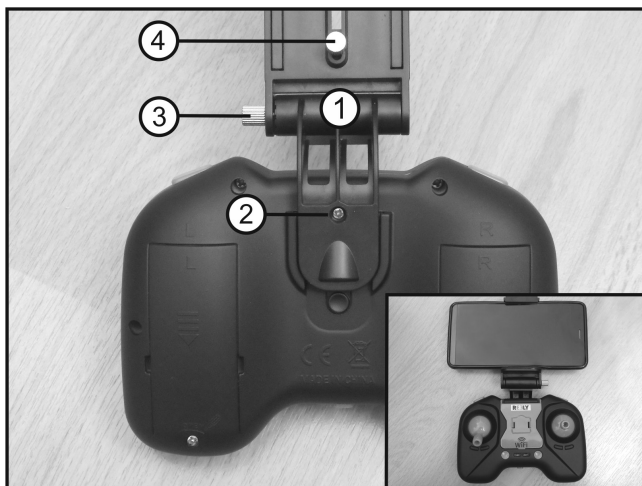

Figure 10
Insérez votre smartphone dans le support selon l'indication sur la figure 10. Le support est adapté pour les smartphones d'une largeur de max. 90 mm. Lors du montage de votre smartphone veillez à ce que le boîtier ne soit pas endommagé et l'interrupteur ni enfoncé ou endommagé. Veillez à une assise fixe du smartphone pendant le transport ou le fonctionnement de l'émetteur. Vous pouvez modifier ou fixer l'inclinaison du support avec la vis moletée (3) et la hauteur du support avec la vis moletée (4). Le palier supérieur du support est également réglable en hauteur.